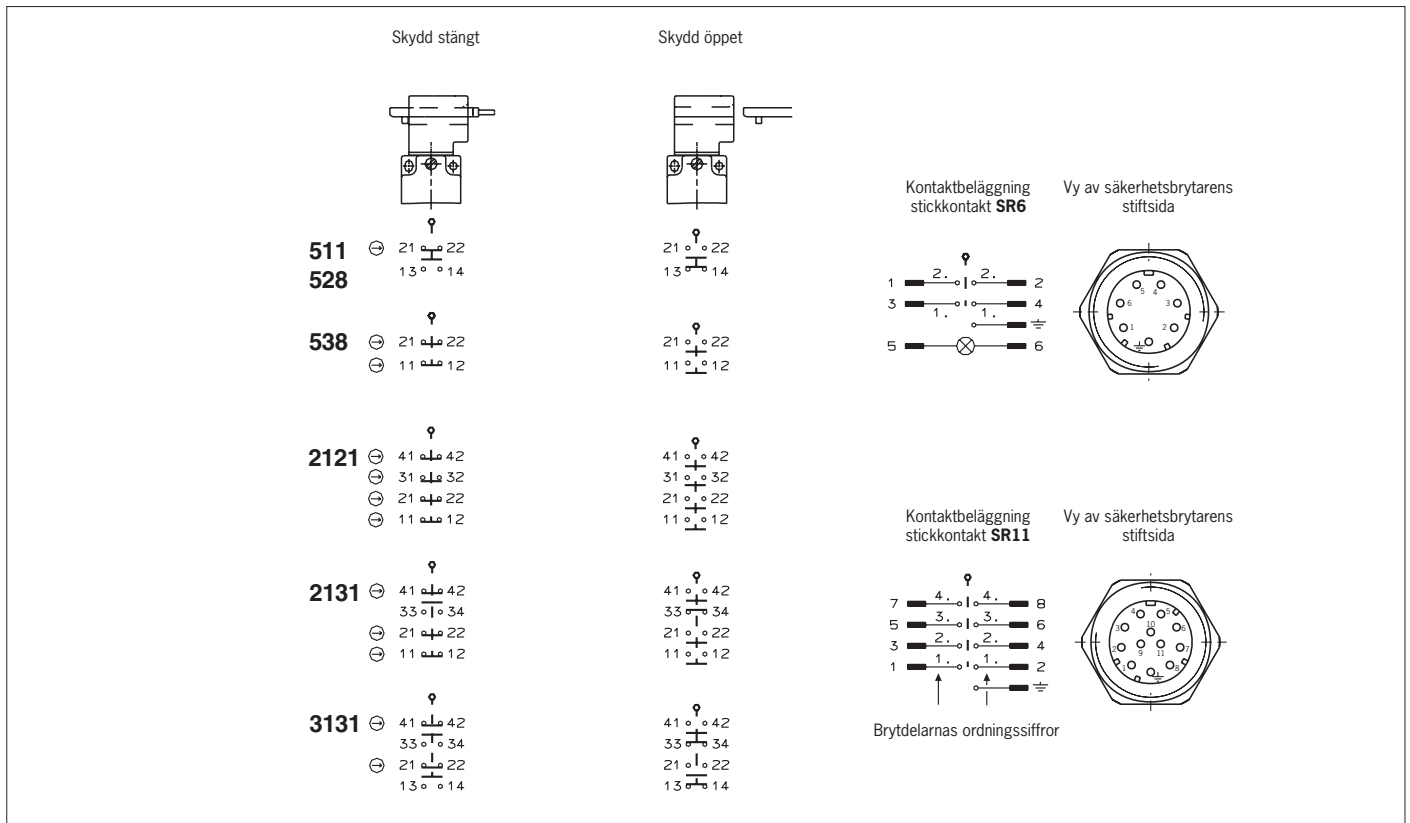

Bild 2: Kopplingselement och kopplingsfunktioner
Minst en kontakt ⊖ måste användas. Denna signalerar låsfunktionens tillstånd (kontaktbeläggning, se Bild 2).
2. Dra åt anslutningar och klämmor med 0,5 Nm (kontaktbeläggning se Bild 2).